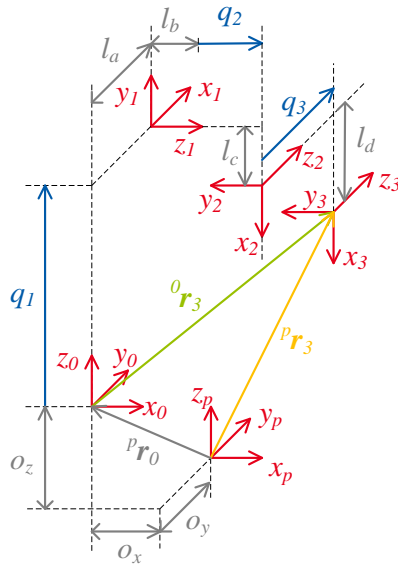

Abbildung 4: 3D-Drucker
- Bediene dich der DH-Parameter und Kinematikdarstellung aus Tabelle 2 und Abbildung 4 zur Berechnung der Transformation  ${}^0T_3$  und  ${}^pT_0$  und daraus der Vorwärtskinematik  ${}^pT_3$  mit dem Koordinatensystem  $S_p$  der Druckplatte und  $S_3$  des Druckkopfes.